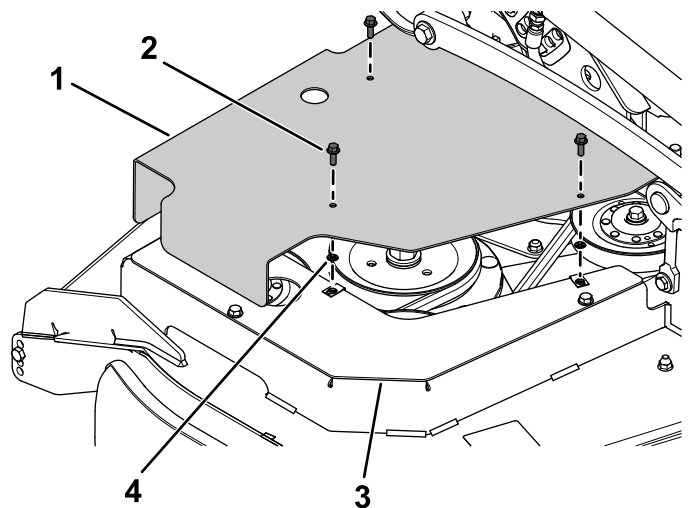

Figura 5
3. Prenda o resguardo da polia direita no resguardo de montagem da polia direita utilizando os três parafusos de cabeça flangeada (¼ pol. x ¾ pol.) e três porcas de pressão (Figura 5).